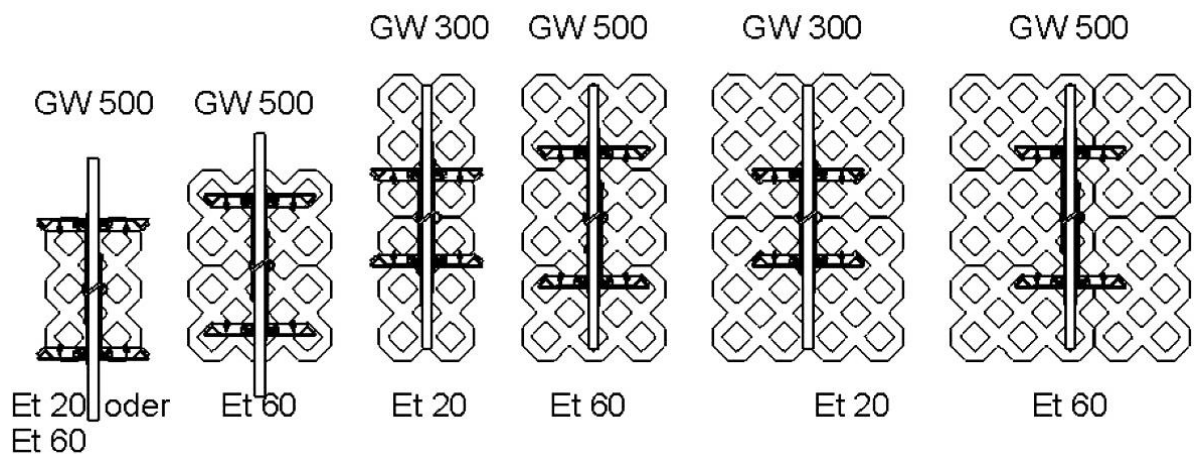
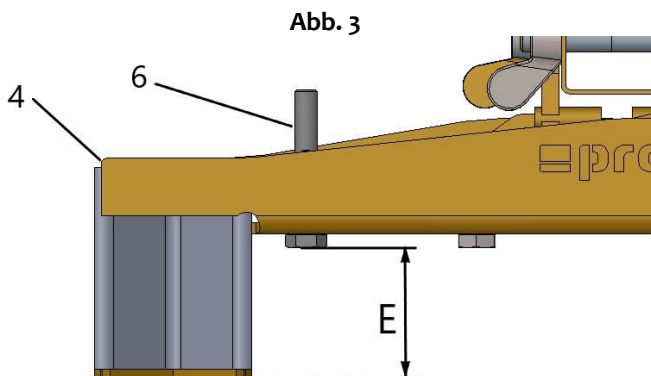

Abb. 1
Abb. 3
Die abgebildeten Greifgüter (Rasengittersteine) können in nur zwei Versteckungsbohrungen (jeweils 4. Loch von innen) für einen Greifbereich/Greifweite (**GW**) von ca. 300 mm und Versteckungsbohrungen (jeweils 7. Loch von innen) für eine Greifbereich/Greifweite (**GW**) von ca. 500mm gegriffen werden (→ Abb. 1). Zusätzlich kann die „Eintauchtiefe E (**Et**)“ der Greifbacken am Adapter (4) verändert werden, die je nach aufzunehmenden Greifgütern (Rasengittersteine) eingestellt werden muss (→ Abb. 3).